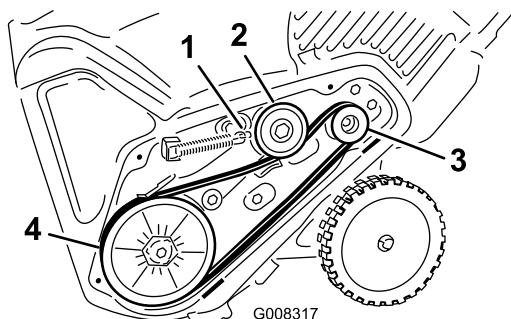

Figure 28
5. Montez et acheminez la nouvelle courroie comme indiqué à la (Figure 28).
8. Raccrochez le ressort de frein au bras de la poulie de tension (Figure 28).